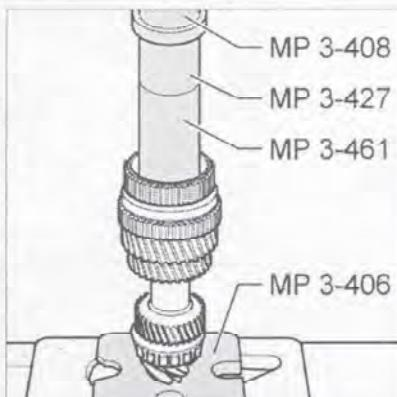

Рис. 7.277. Напрессуйте ступицу синхронизатора 1-й/2-й передач на вал до упора.
21. Напрессуйте ступицу синхронизатора 1-й/2-й передач на вал до упора (рис. 7.277). Буртик ступицы должен быть направлен в сторону шестерни 2-й передачи.